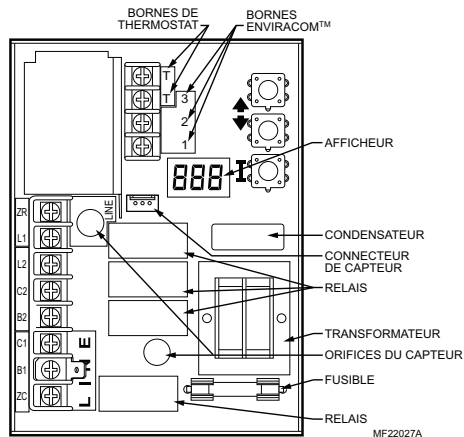

Fig. 5. Carte de circuit imprimé, indiquant la connexion du capteur et les orifices de puits pour les modèles à montage vertical.
3. Aligner prudemment le capteur de remplacement avec l'orifice de la carte de circuit imprimé et le guider dans le boîtier Aquastat et le puits. (Consulter la Fig. 5.)
5. Brancher le capteur dans la carte de circuit imprimé en appuyant le connecteur du capteur dans un connecteur homologue de la carte de circuit imprimé (consulter la Fig. 5).
Pour empêcher la modification non autorisée des réglages Aquastat, le mode de **RÉGLAGE** requiert de suivre une procédure de saisie. Pour accéder au mode **RÉGLAGE**, appuyer simultanément sur les touches **HAUT**, **BAS** et **I** pendant trois secondes (se reporter à la Fig. 5) pendant trois secondes. Appuyer sur la touche **I** jusqu'à ce que la fonction à régler s'affiche :